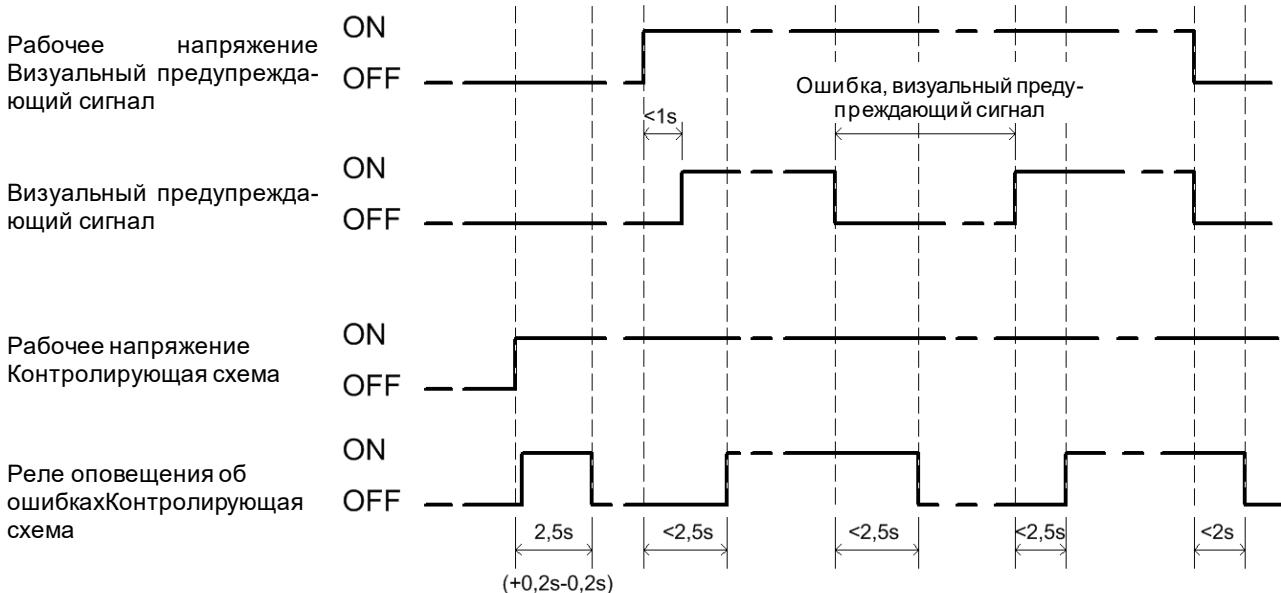

Рисунок 5 — Время срабатывания реле оповещения об ошибках
Предусмотренная система контроля и наблюдения должна иметь возможность выполнять анализ ошибок на основе вывода сообщения о неисправности в рабочем состоянии проблескового мигания и при участии схемы контроля. Существует следующая взаимосвязь между режимом работы и выходом сигнала неисправности. Следует также принимать во внимание положение коммутирующих элементов, как показано на Рисунок 5 — Время срабатывания реле оповещения об ошибках.
- a) При одновременной подаче питания на лампу предупреждающей сигнализации и контролирующую схему во время исправной работы в реле происходит смена контактов S1 и S2. Если смена контактов не осуществляется, значит, имеется ошибка в работе лампы предупреждающей сигнализации или контролирующей схемы; см. также временную зависимость на Рисунок 5 — Время срабатывания реле оповещения об ошибках. Это происходит также при отключении питания лампы предупреждающей сигнализации и контролирующей схемы.
Обе подсистемы (лампа предупреждающей сигнализации и контролирующая схема) имеют раздельные подключения питания. Это позволяет выполнить проверку следующим образом (временную зависимость см. на Рисунок 5 — Время срабатывания реле оповещения об ошибках):
Данные о поддержании безопасности процесса см. во временной диаграмме о принципе работы (Рисунок 5 — Время срабатывания реле оповещения об ошибках). На ней представлено время подачи светового предупреждающего сигнала и/или положение коммутирующих элементов реле оповещения об ошибках в зависимости от момента включения рабочего напряжения.